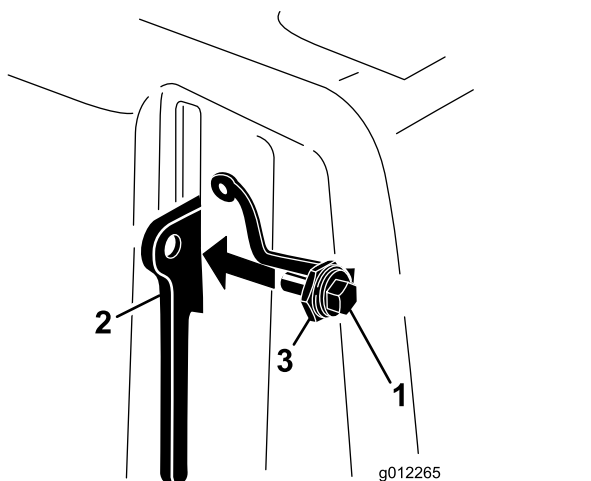

Figure 18
- Vissez le boulon dans le levier de verrouillage (Figure 18).